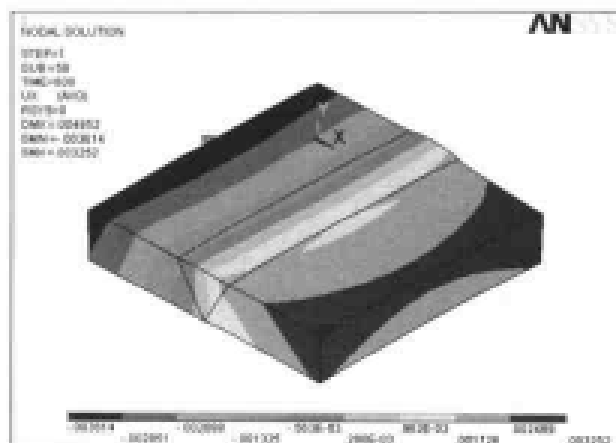

图 13-91 X 方向位移等值线图
(3) 选择 Main Menu | General Postproc | Plot Results | Contour Plot | Nodal Solu 命令, 出现 Contour Nodal Solution Data 对话框, 选择 Nodal Solution | DOF Solution | X-Component of displacement 选项, 单击 OK 按钮, ANSYS 显示窗口显示如图 13-91 所示的 X 方向位移场分布等值线图。